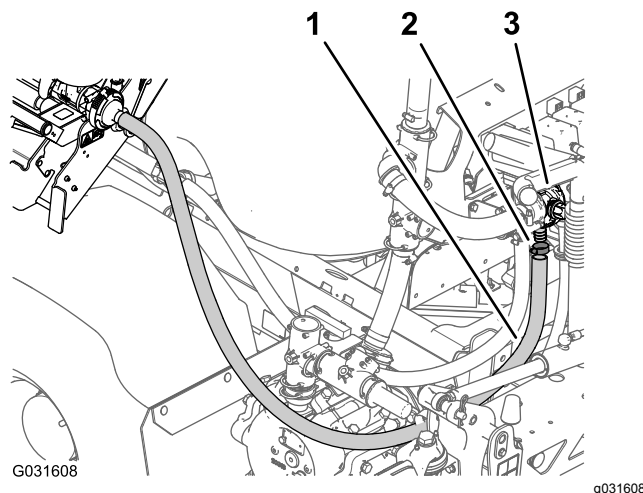

Figura 36
7. Rimuovete la fascetta stringitubo che fissa il flessibile di alimentazione del nebulizzatore al raccordo dentellato della valvola di comando del nebulizzatore (Figura 36).
8. Rimuovete il flessibile dalla valvola di comando del nebulizzatore (Figura 36).